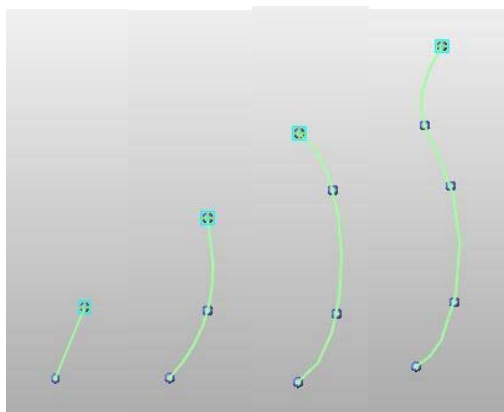
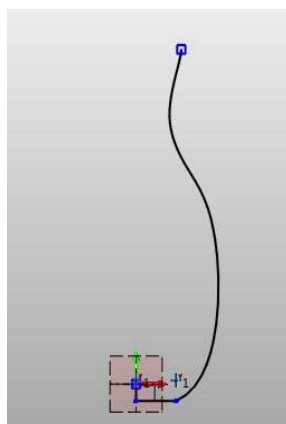

图 1.2.12
图 1.2.13
2. 单击点画曲线按钮 ，绘制瓶身曲线，如图 1.2.12 所示，得到图 1.2.13 所示的图形。